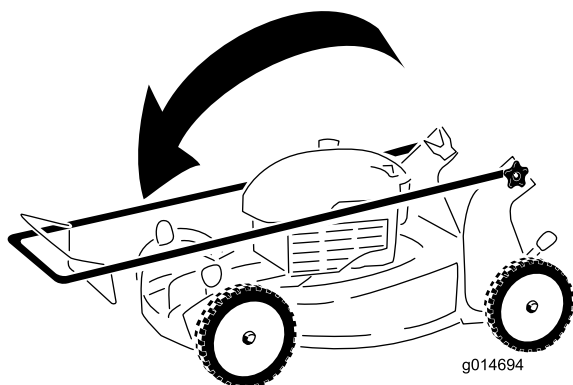

Рисунок 26
3. Подайте верхнюю рукоятку вперед, как показано на Рисунок 26.